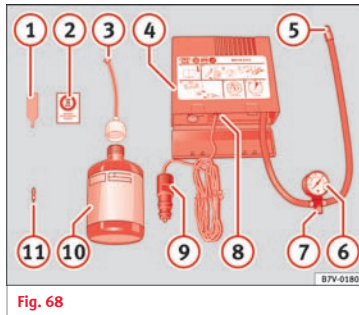

Fig. 68
- Skru ventilhætten og ventilkeglen af dækventilen. Anvend værktøjet til afmontering af ventilkegler » Fig. 68 -ventilkegle- til at skrue ventilkeglen ud. Læg ventilkeglen på et rent underlag.
- Ryst flasken med dæktætningsmiddel kraftigt » Fig. 68 10.
- Skru påfyldningsslangen » Fig. 68 3 på flasken med dæktætningsmiddel. Folien på lukningen bliver automatisk brudt.
- Fjern proppen fra påfyldningsslangen » Fig. 68 3, og sæt den åbne ende helt på dækventilen.
- Skru ventilkeglen ind i dækventilen igen med værktøjet til afmontering af ventilkegler » Fig. 68 1.
- Skru luftkompressorens påfyldningsslange » Fig. 68 5 fast på dækventilen.
- Kontroller, om luftafspæringskruen » Fig. 68 7 er lukket.
- Sæt stikket » Fig. 68 9 ind i en af bilens 12-volts-stikdåser » Side 146.
- Tilslut luftkompressoren med tilslutnings- og afbryderkontakten » Fig. 68 8.